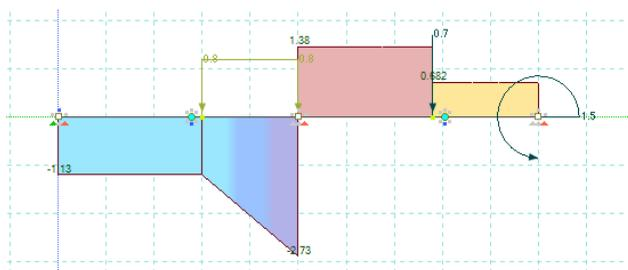

Рис. 57. Эпюра поперечных сил  $Q_z$
22. Выведите на экран эпюру поперечных сил  $Q_z$  (рис. 57), указав значения ординат.